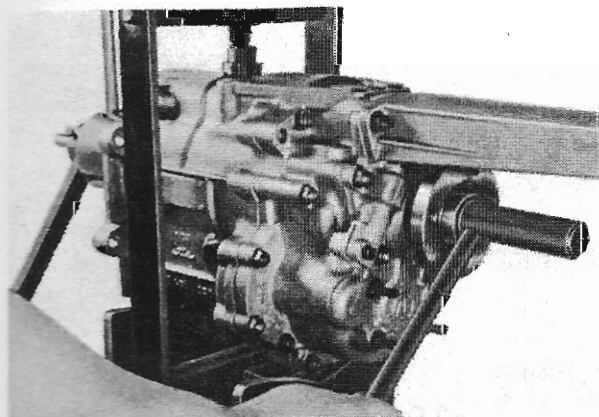

Abb. 1
2. Nutmutter (437) am Antriebsflansch (435) lösen (Abb. 1) und Antriebsflansch abziehen. Hierzu Nutmutterschlüssel -6- verwenden und mit der Aufdrückvorrichtung -5- an der Antriebswelle gegenhalten.